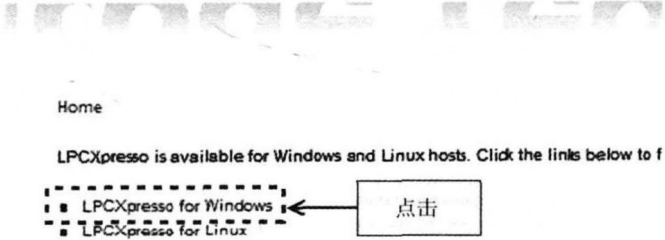

图 1.6 选择 LPCXpresso for Windows
(7) 点击后切换到新的页面, 在此页面点击“LPCXpresso for Windows”(图 1.6)。